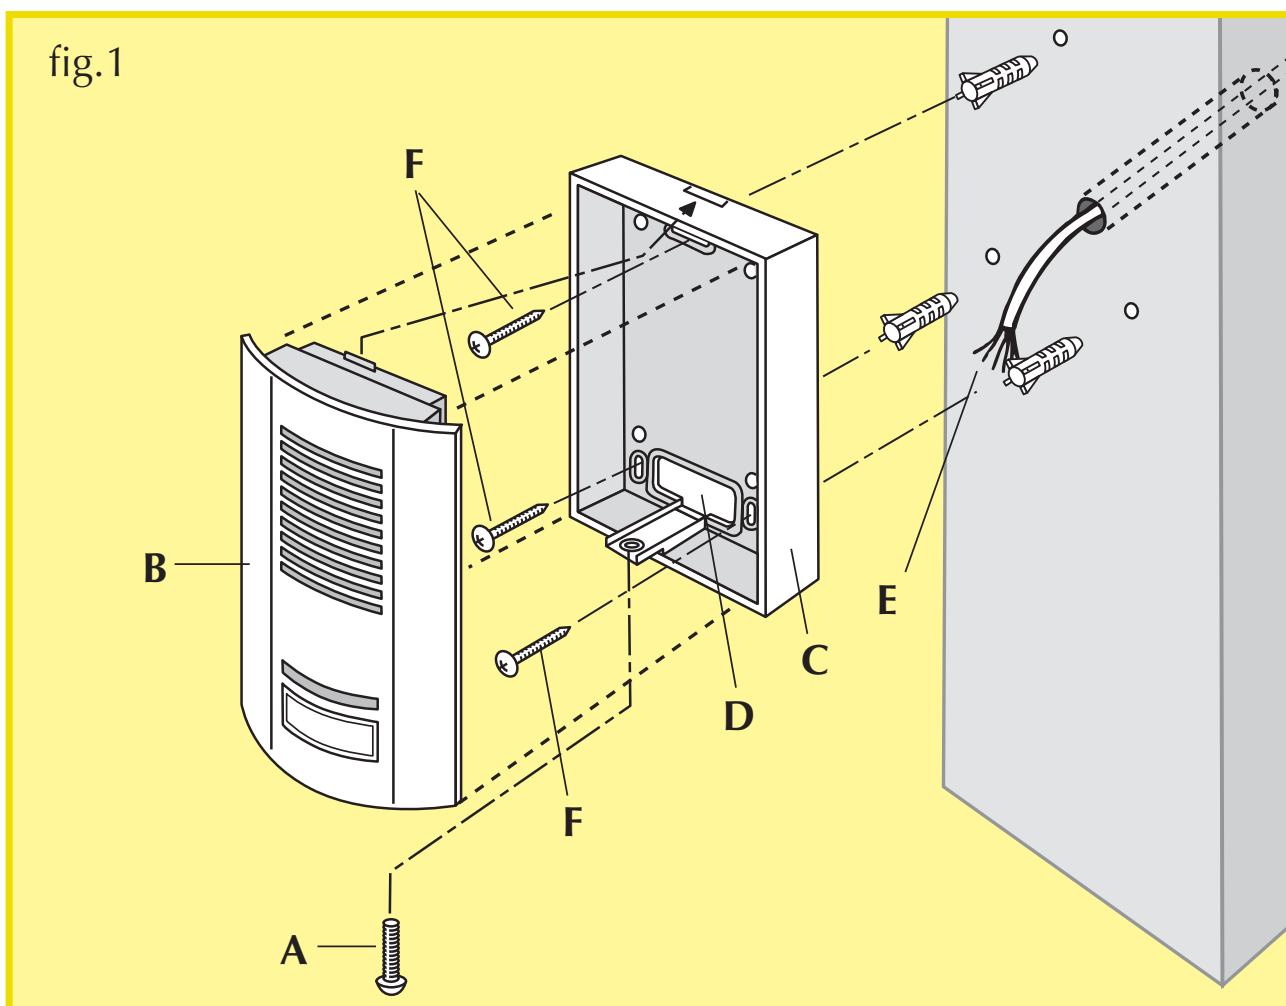

fig.2
(fig. 2, pagina 3).
3•Per evitare le infiltrazioni che scorrono lungo il muro, si consiglia di utilizzare una guarnizione in silicone sulla parte posteriore della scatola (C) (fig. 2).
**Per terminare l'installazione della parte esterna**, , inserire 4 pile da 1,5 V – tipo LR 20, alcaline nel vano delle pile della **scatola elettrica**, alzando lo sportello e facendo, **attenzione a rispettare la polarità** (fig. 7, page 5). facendo attenzione a non deformare il giunto stagno. Non tappare i due fori di aerazione ( **H** ), situati nella parte inferiore della scatola elettrica. **Ne pas boucher les 2 trous d'aération ( T )** situés en bas du boîtier électronique (fig. 2, pagina 3). Potete usare il convertitore di tensione in opzione weADSF la cui uscita è stabilizzata a 6V 200mA, e comandare il vostro automatismo (page 15)